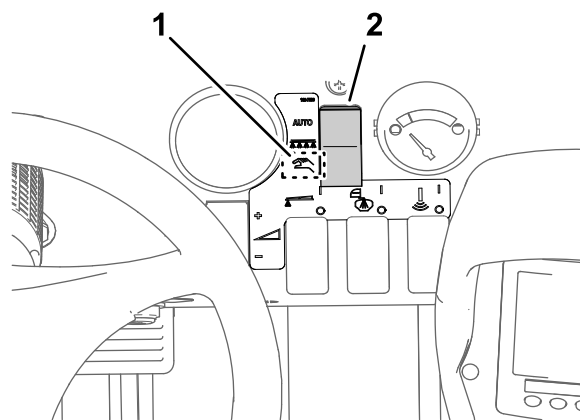

Figure 31
- Placez le sélecteur de mode du pulvérisateur en position Mode manuel (Figure 31).